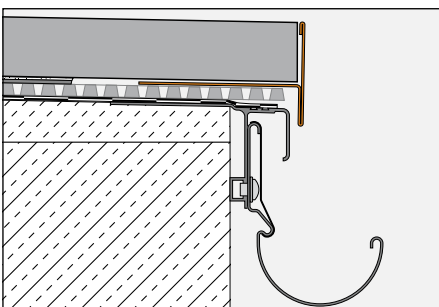

Abb. 2
- 3.2 Bei Verlegung auf Schlüter®-TROBA-PLUS mit den Dünnbettschalungsringen (Abb. 2) Schlüter®-TROBA-STELZ-DR überdeckt das Abschlussprofil Schlüter®-BARA-RT den freien Rand der Belagskonstruktion. Dabei werden die äußeren Dünnbett-Auflagepunkte auf dem trapezförmig gelochten Befestigungsschenkel von Schlüter®-BARA-RT positioniert. Anschließend werden die selbsttragenden Plattenelemente auf die Auflagepunkte verlegt.